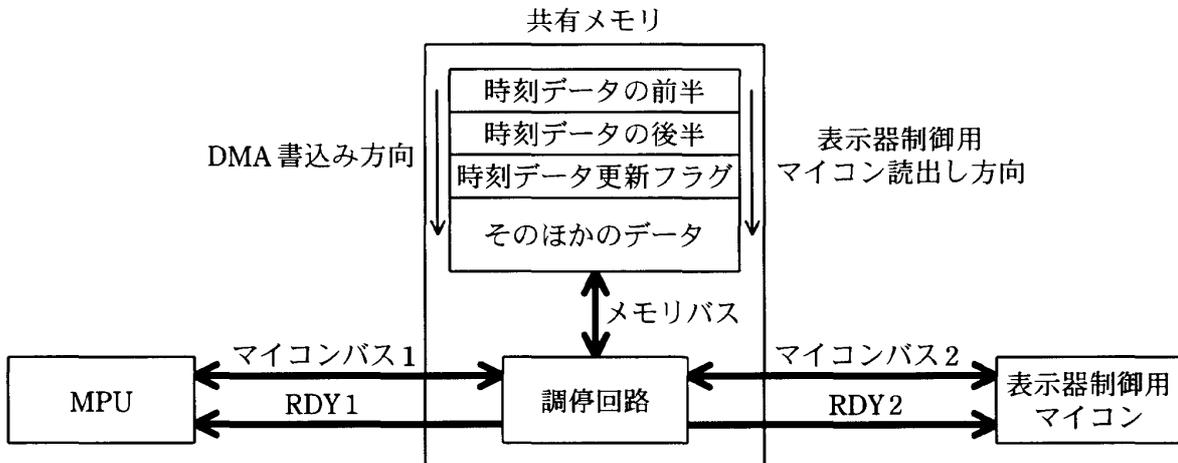

図4 共有メモリの回路とデータ構成
(1) 共有メモリの回路とデータ構成を図4に示す。共有メモリには、内部に調停回路があり、MPU又は表示器制御用マイコンに対して共有メモリ内部のメモリバスの使用权を1アクセスごとに排他制御する。使用权を与えられた側のRDY信号(RDY1,又はRDY2)は有効になるが、他方のRDY信号は無効となり、アクセスが待たされるようになっている。